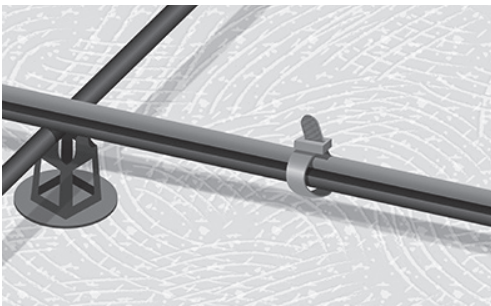

Fig. 5. Kabelen er festet. Kabelstroppene er løse og ikke på skjøtene
- Rull ut kabelen og fest varmekabelen til armeringsnett (Fig. 5).